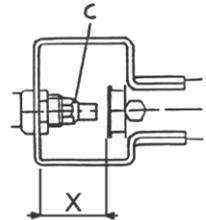

Abb. 2
c) *Einstellung der Primärluft (Abb. 2)*
Der vorgesehene Abstand für die Einstellung der Primärluft ("X") ist in der **Abb. 2** sowie in der **Tabelle 2** angegeben. Nach Austausch der Düsen die Primärlufteinstellung aller Gasbrenner überprüfen.